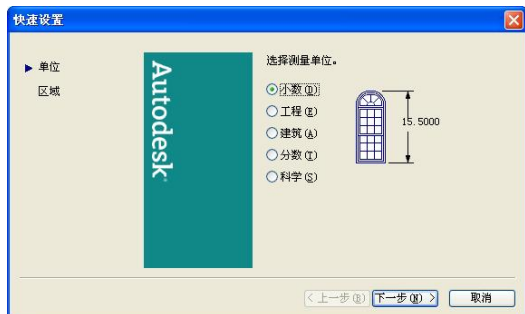

图 1-6 设置绘图单位
(1) 指定绘图单位（如图 1-6 所示） 系统提供了 5 种可供选择的绘图单位：小数、工程、建筑、分数、科学。用户可以根据需要单选其中的一种。默认选择小数。选择后单击【下一步】按钮。